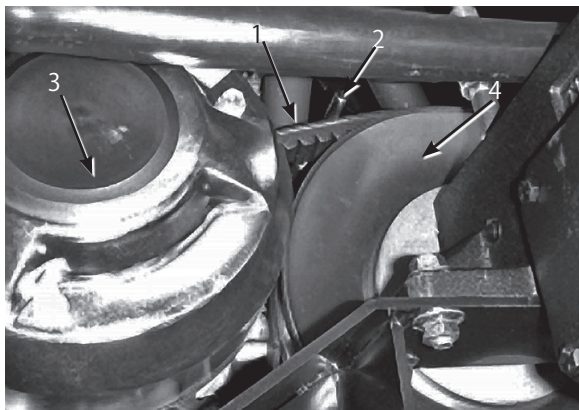

図53
1. 二次クラッチの近くにある2つのベルト・ガイド (図53) をゆるめる。
2. 二次クラッチを回しながら二次クラッチ部分でベルトを外す (図53)。
3. 一次クラッチからベルトを外す (図53)。
4. 新しいベルトを一次クラッチに掛ける (図53)。
5. 二次クラッチを回しながら二次クラッチにベルトを掛ける (図53)。
6. 図53で○で囲んで表示している部分の可動部に潤滑剤 (Toro潤滑スプレー; 代理店で購入可能) をスプレーする。